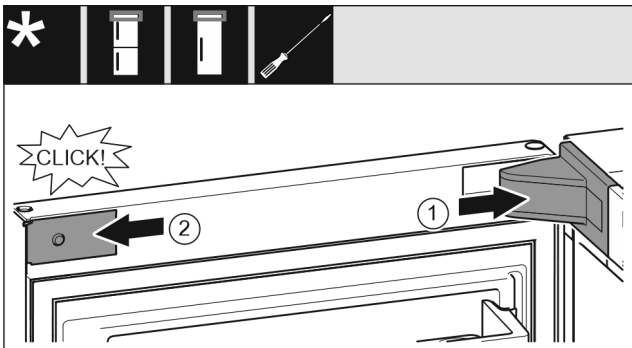

Fig. 22
- ▶ Крышку опорного кронштейна установите и зафиксируйте, при необходимости осторожно разожмите. Fig. 22 (1)
- ▶ Установите накладку сбоку и зафиксируйте. Fig. 22 (2)